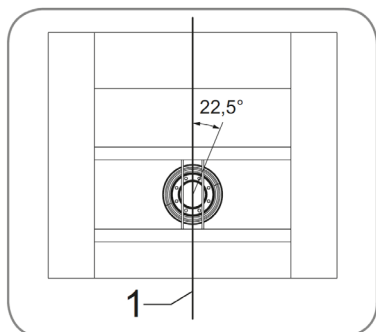

Abb. 8: Einbauvorschlag für Zugsattelzapfen
- Kraftlinie –Pos. 1– mittig zwischen zwei Befestigungsschrauben (22,5°), siehe „Abb. 8: Einbauvorschlag für Zugsattelzapfen“ auf Seite 15.